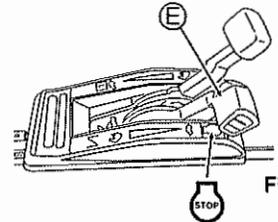

Fig. 15
2 Placez la Manette des gaz (E) sur "STOP". (Voir Fig. 15)